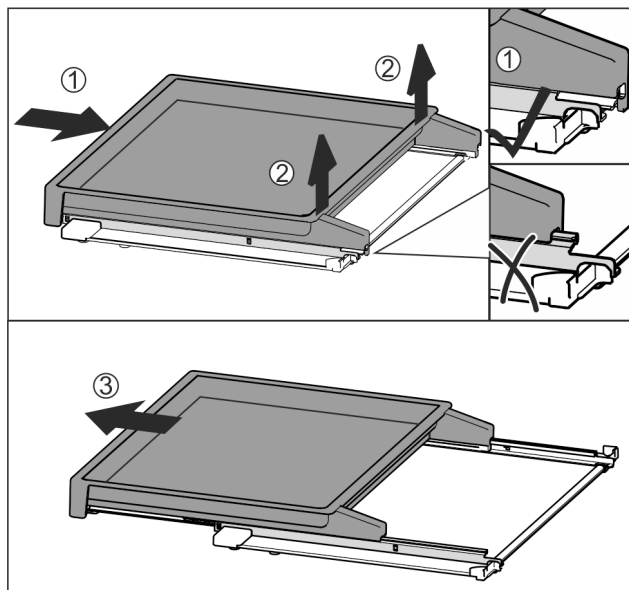

Fig. 32
- ▶ Auszugsbord vollständig einschieben Fig. 32 (1).
- ▶ Verrastung an hinterer Seite lösen Fig. 32 (2).
- ▶ Auszugsbord nach vorne herausnehmen Fig. 32 (3).